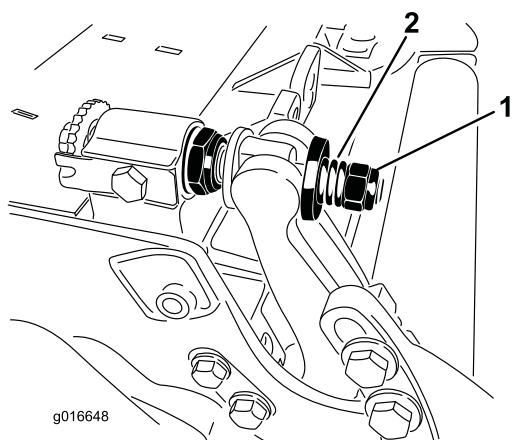

図 33
5. スプリングがつぶれるまでテンションナットを締め、そこから半回転戻す 図 33。
11. 各ベッドバーアジャスタアセンブリを締め付けて圧縮スプリングを完全に圧縮し、そこから1/2回転だけ戻す 図 33。